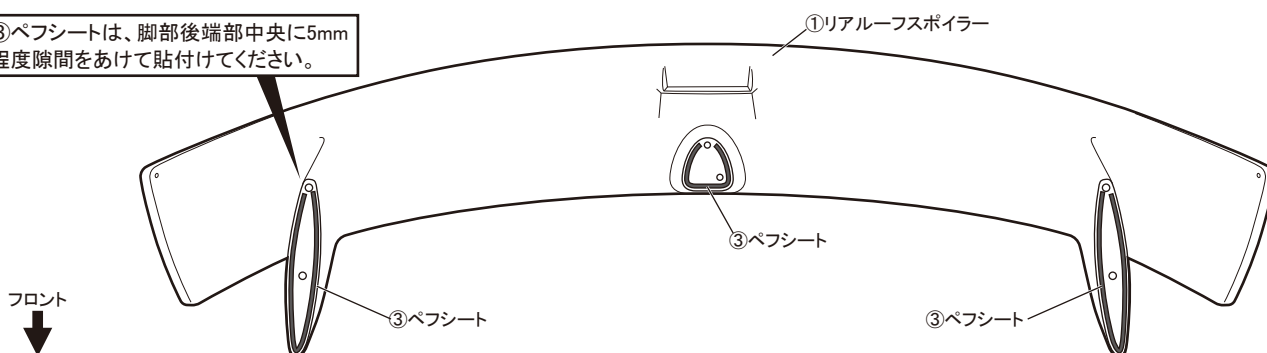

図5 ①リアルーフスポイラー取付け
6. 図5を参照し、②アプセットボルトを使用し①リアルーフスポイラーを車両リアスポイラーに取付けます。
8. ①リアルーフスポイラー中央のオーナメント取付け部を洗浄脱脂し、④オーナメントを取付けて作業完了です。